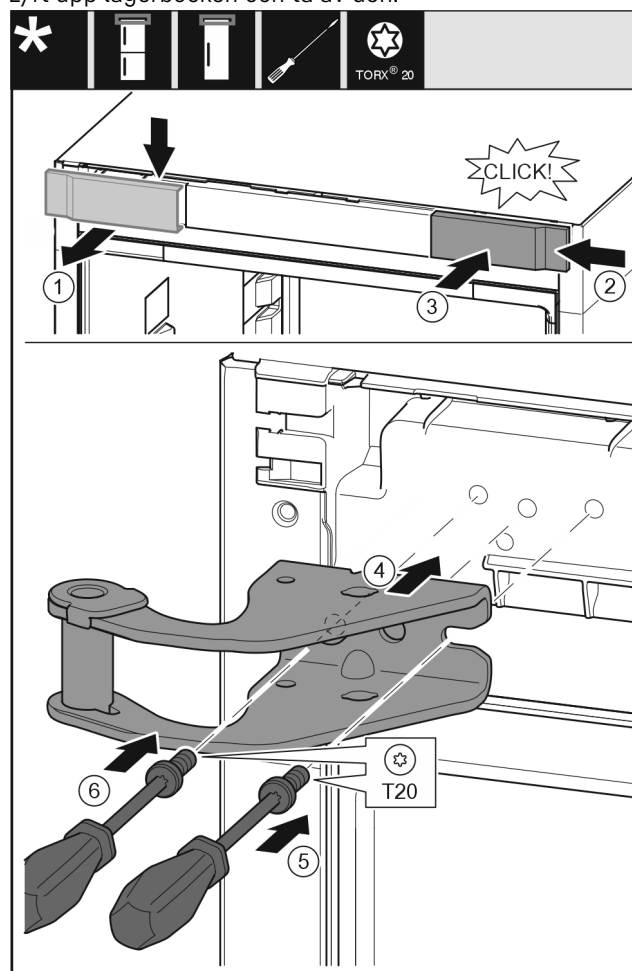

Fig. 8
- ▶ Ta av skyddet genom att dra det uppåt och framåt. Fig. 8 (1)
- ▶ Vrid skyddet 180° och haka i det på andra sidan från höger. Fig. 8 (2)
- ▶ Tryck fast skyddet. Fig. 8 (3)
- ▶ Sätt på den övre lagerbocken. Fig. 8 (4)
- ▶ Sätt i och dra åt skruven med skruvmejsel T20. Fig. 8 (5)
- ▶ Sätt i och dra åt skruven med skruvmejsel T20. Fig. 8 (6)